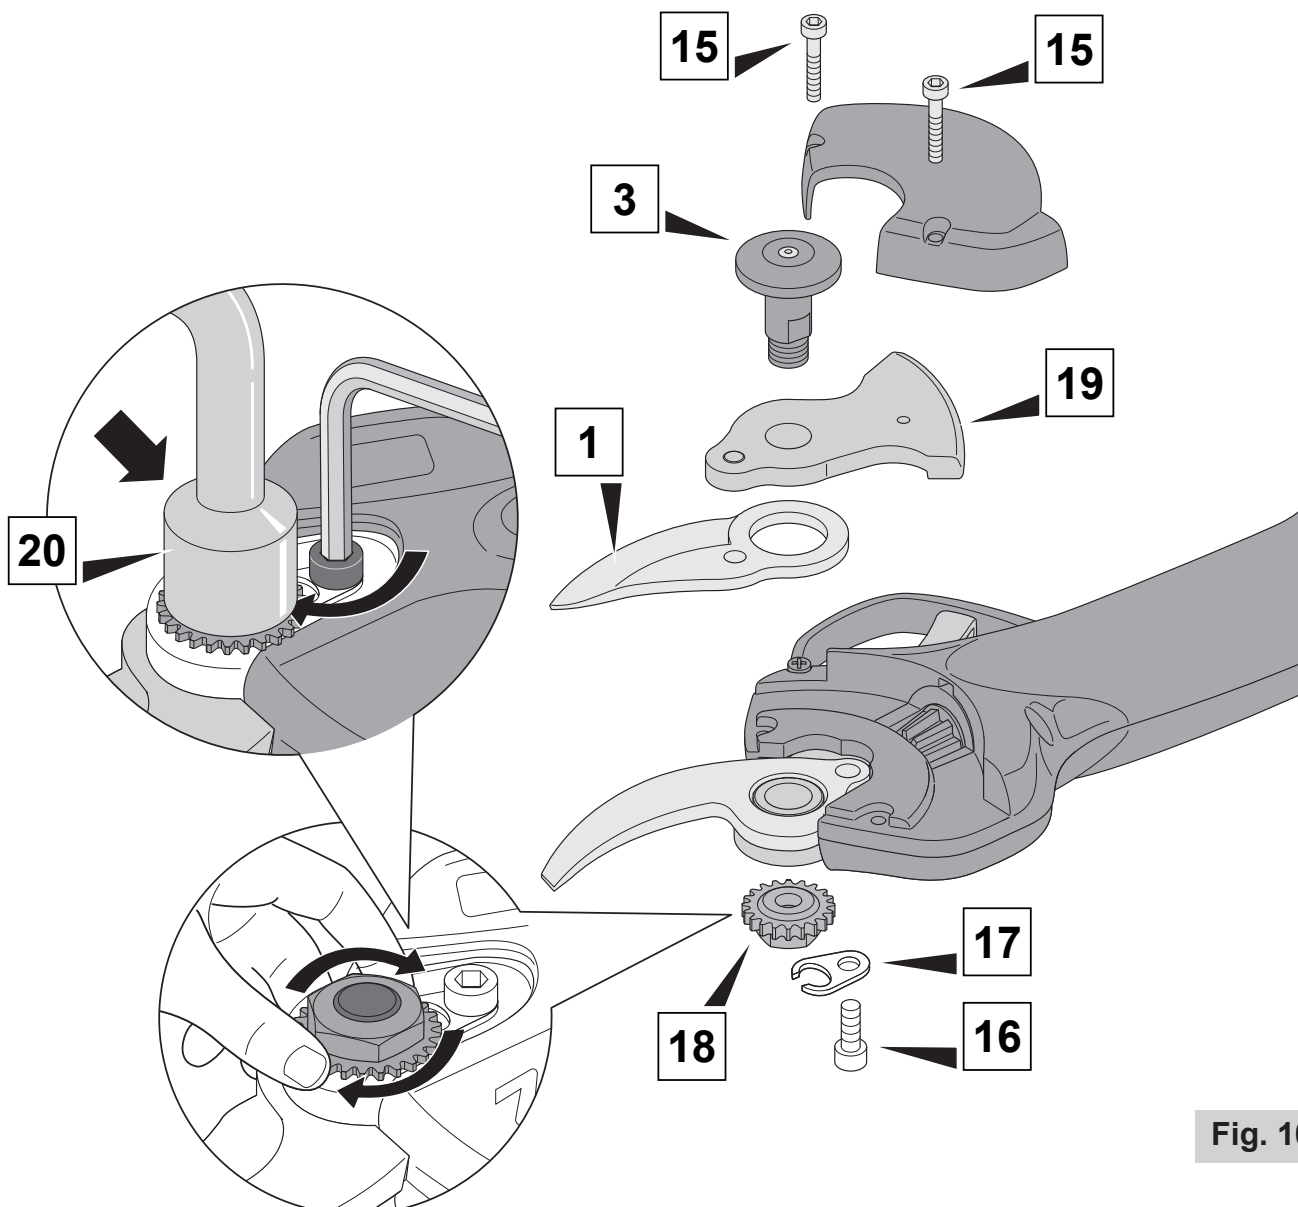

Fig. 10
- Svitare le viti (15) (fig. 10) e togliere il coperchio di protezione;
- Servendosi della chiave a brugola (20) in dotazione con il kit svitare la vite (16) del fermo (17);
- Svitare il dado lama (18) e dal lato opposto sfilare il perno (3);
- Separare la lama (1) dalla cremagliera (19);
- Sostituire la lama (1) con una nuova
- lubrificare il perno (3) e la lama (1)
- Ingrassare la cremagliera (19)